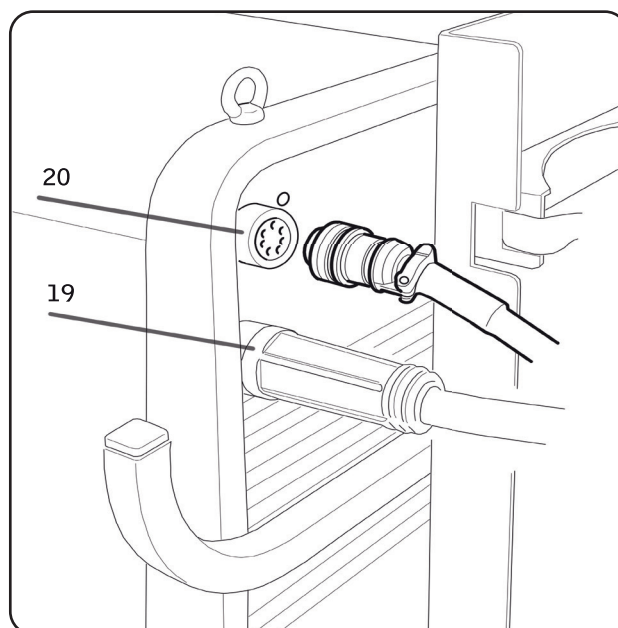

Fig 4
- ◆ Eseguire i collegamenti, sul retro del generatore (vedi fig.4).